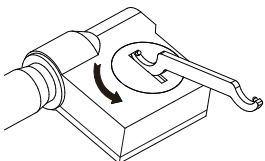

Abb. 1
- Drehen Sie die Batterie mit dem Schraubenschlüssel gegen den Uhrzeigersinn (Abb. 1) und entfernen Sie sie.